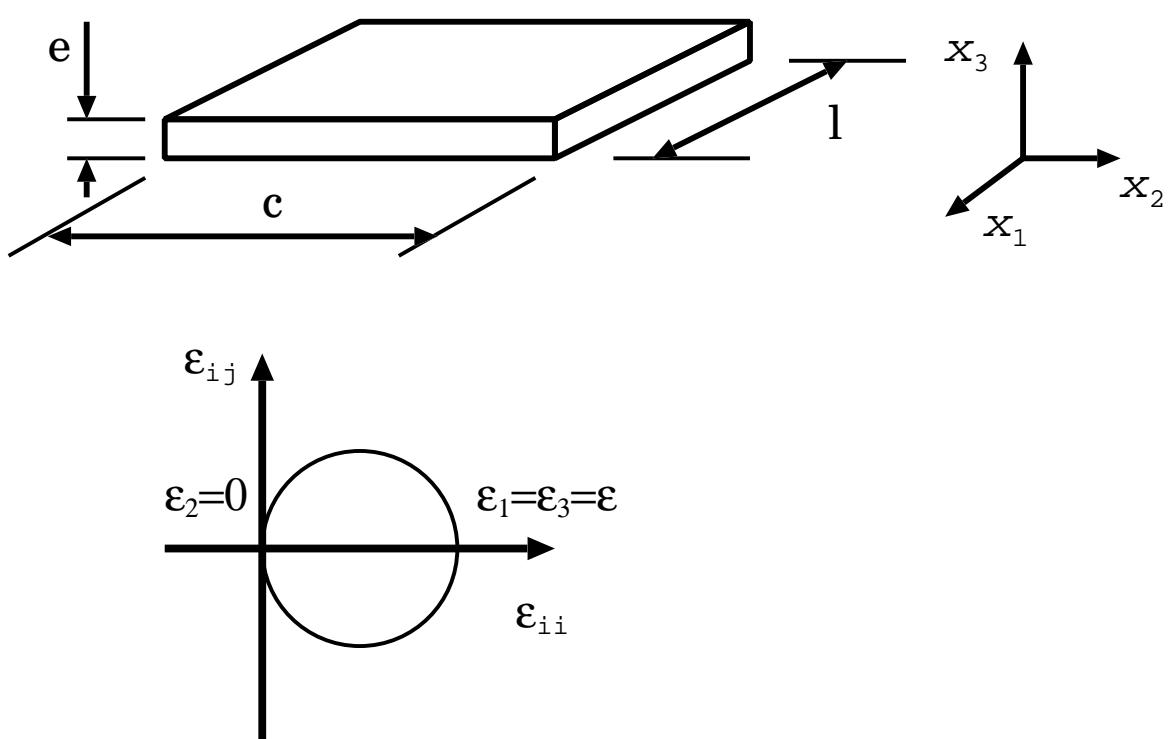

Figura 1: Chapa de aço e estado de deformação correspondente.
- 1 . A figura 1 mostra esquematicamente uma chapa de aço com as seguintes dimensões iniciais: comprimento c , largura l e espessura e . Esta chapa está submetida ao estado de deformação indicado no círculo de Mohr lá representado, sendo que as deformações principais ε_1 , ε_2 e ε_3 estão localizadas respectivamente nas direções x_1 , x_2 e x_3 (ou seja, nesta ordem). Supondo que o material tem módulo de Young, E , e coeficiente de Poisson, ν , determine: